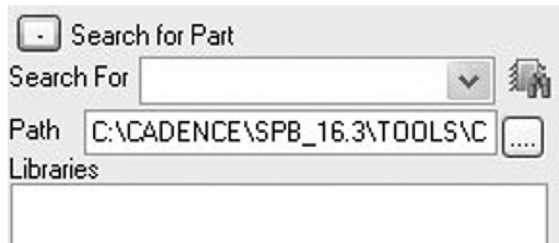

图 5.23 元器件查询
1. 如图 5.23 所示，**Place Part** 放置元件菜单中包含 **Search for Part** 元器件搜索功能，利用该功能可以对运算放大器元器件库进行查询。
默认情况下，如图 5.23 所示的搜索路径指向 Capture. olb 元器件库而不是 PSpice. lib 元器件库。因此对运算放大器进行搜索时将不会有任何查询结果。常见错误：搜索元器件时忘记更改查询路径。